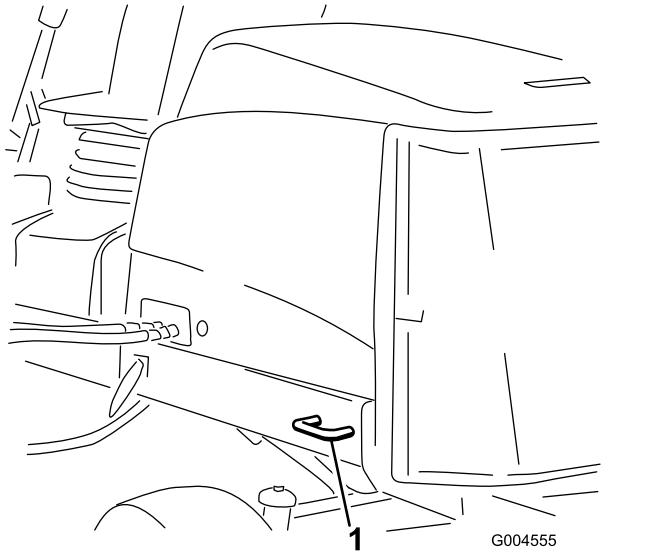

Figure 57
- Arrière – chaque côté de la machine sur le cadre arrière (Figure 57)